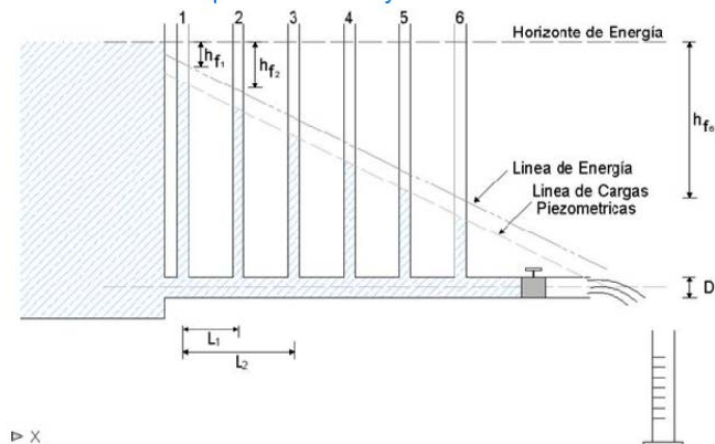

Figura 4.1 Mesa de trabajo.
1. En la mesa de trabajo (Figura 4.1), se llena el tanque hasta un nivel de 30 a 40 cm sobre el fondo.